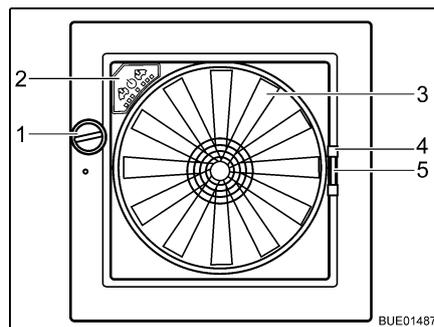

Fig. 50 Claraboya Omni-Vent
- Girar el botón giratorio (Fig. 50,1) hasta alcanzar el ángulo de apertura deseado.
- Girar el botón giratorio (Fig. 50,1) hasta que la claraboya esté completamente cerrada.
Cerrar:	<ul style="list-style-type: none">■ Tirar del tirador (Fig. 50,4) de la protección contra insectos hacia el lado opuesto del marco.
Cerrar:	<ul style="list-style-type: none">■ Comprimir el tirador (Fig. 50,5) del oscurecedor.■ Sacar el oscurecedor hasta la posición deseada y soltarlo. El oscurecedor se queda fijo en esta posición.
Ventilador	Cuando la claraboya está abierta, el interior se puede ventilar y purgar de aire con el ventilador de 6 niveles (Fig. 50,3). El ventilador se maneja a través del cuadro de mando (Fig. 50,2).